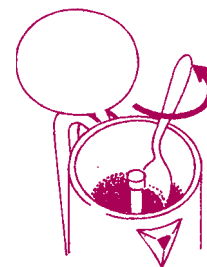
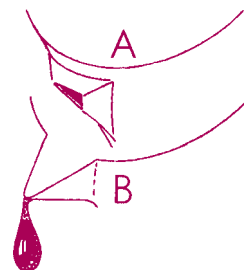

Fig. 8
Fig. 9
RUHREN SIE DEN KAFFEE LANGSAM mit einem Löffel um, damit der anfangs ausgetretenen Kaffee, welcher stärker ist, sich mit dem nachher ausgetretenen gut vermischt wird (fig. 8). Giessen Sie den Kaffee in die Tassen. Der speziell konstruierte Ausguss ist derart, dass der Tropfen "abgeschnitten wird" (A), um die üblichen Nachteile der gewöhnlichen Kaffeemaschine (B) (fig. 9) zu vermeiden. Lassen Sie die Kaffeemaschine kalt werden, bevor Sie öffnen.